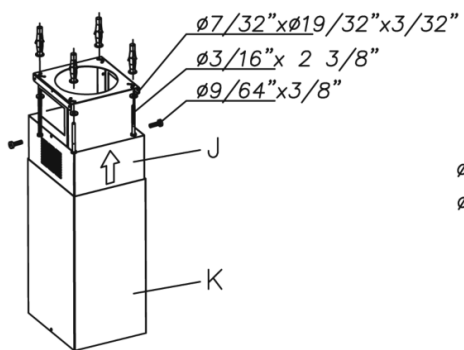

Fig. 4
- Fijar el techo la estructura telescópica anteriormente regulada mediante 4 tornillos y arandelas. (Fig. 4).
- Introducir el tubo J con la rejilla en la parte superior y fijarlo a la estructura telescópica mediante 2 tornillos. (Fig. 4).